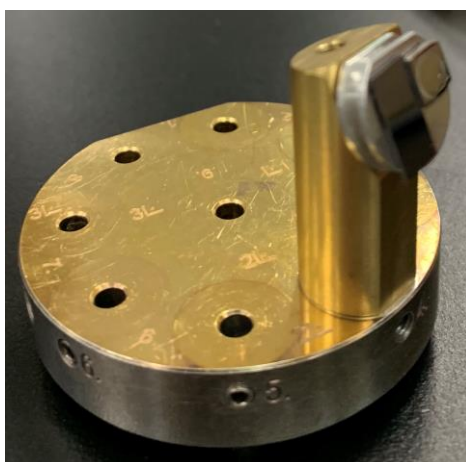

图 8-1
(1) 将样品牢固粘在丁台上，放置于预倾台上（角度 70°，EBSD 专用），样品必须朝外侧，如图 8-1。